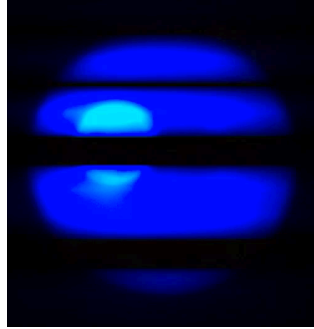

Figure 11:
- (4) 當從一字元變成另一字元時，頻率也會有所不同，可能同時出現在同一張 frame 中 Fig.11，導致頻率判斷錯誤。